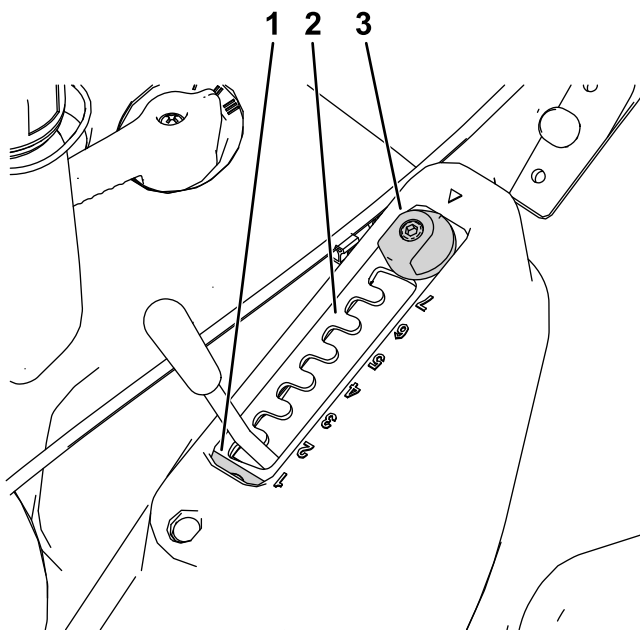

図 14
2. マッチカットアジャスタを 180° 回転させる 図 13 と 図 14。